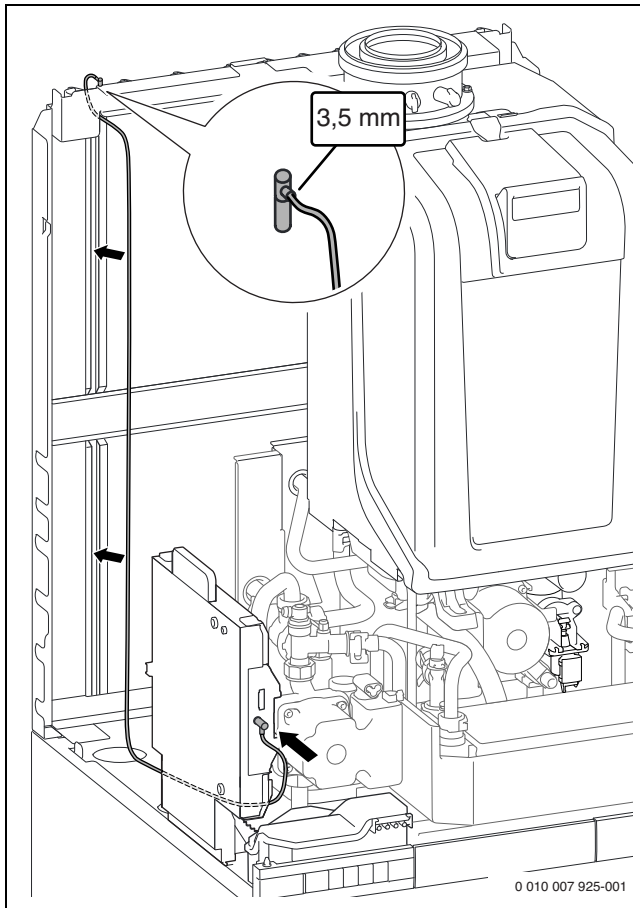

Рис. 78 Подключение и прокладка кабеля к Buderus Logamatic web KM100
- Проложите кабель подключения Buderus Logamatic web KM100 из комплекта поставки, как показано на рис. 78.